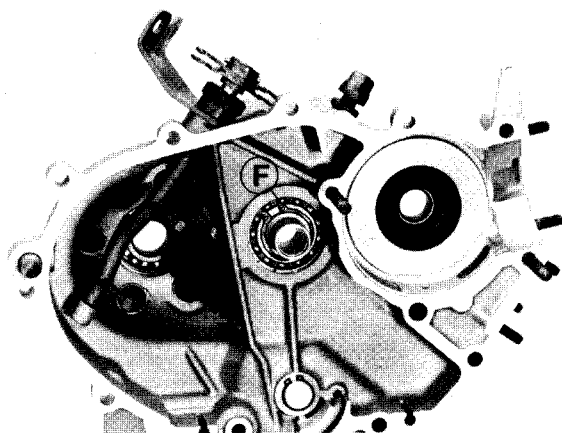

Fig. 76
**Fig. 76 - Ingranaggio elicoidale anello elastico:** montare l'ingranaggio elicoidale introducendolo dal lato opposto a quello rappresentato in figura e applicare, con le pinze 0023638, l'anello elastico di ritengo ingranaggio «F».